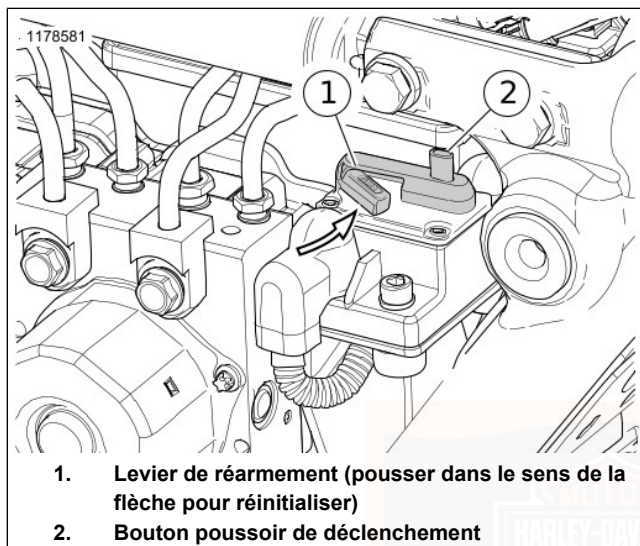

Figure 91. Disjoncteur du moteur de marche arrière
Voir Figure 91. Le disjoncteur est situé dans le boîtier, derrière le couvercle latéral droit. Ce disjoncteur, qui peut être réarmé manuellement, possède un bouton poussoir de déclenchement rouge (2) et un levier de réarmement (1). Pour déclencher manuellement le disjoncteur, appuyer sur le bouton poussoir